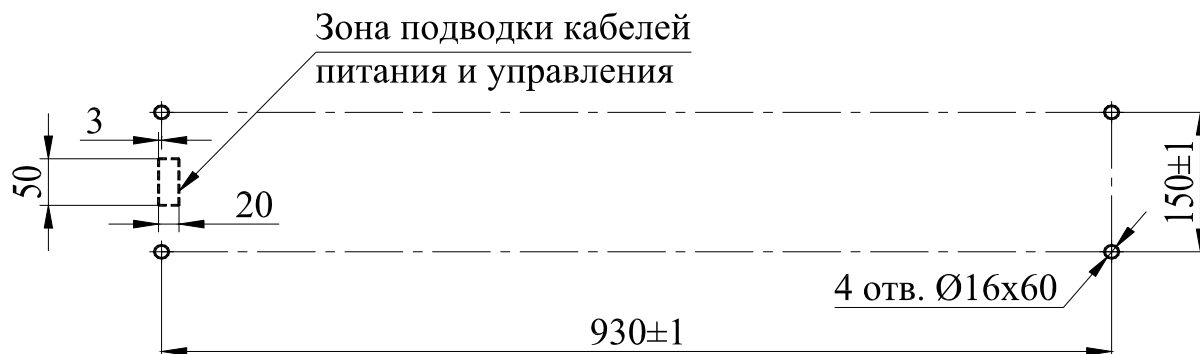

Рисунок 6. Схема разметки отверстий для крепления стойки турникета
- производить разметку установочных отверстий согласно рис. 6;
9.4.2. Произведите разметку отверстий под анкерные болты крепления стойки турникета в соответствии с рис. 6.
9.4.3. При необходимости прокладки кабелей (13) и (14) под поверхность пола подготовьте в полу кабельный канал, подходящий к зоне подводки указанных кабелей к стойке (рис. 6).